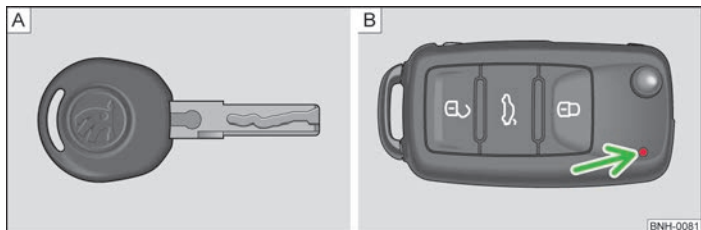
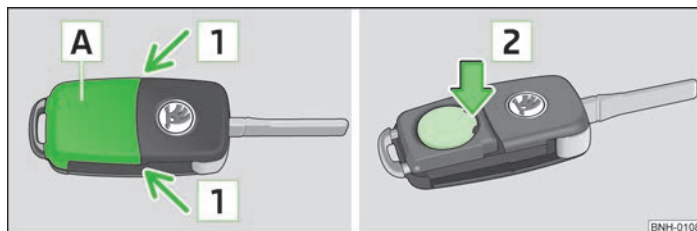

Fig. 7 Llaves sin telemando/llaves con mando a distancia
Fig. 8 Llave con radiotelemando: Quitar la tapa/extraer la pila
Con el vehículo se suministran dos llaves. Según el equipamiento, su vehículo puede estar provisto de llaves sin mando a distancia » fig. 7 - A o de llaves con mando a distancia » fig. 7 - B.
Cada llave principal de radiotelemando contiene una pila que está alojada debajo de la tapa A » fig. 8. Si la pila está descargada, después de pulsar una tecla de la llave, no parpadea el testigo de control rojo » fig. 7 de la página 24 - B. Le recomendamos que lleve a cambiar la pilas de la llave a un contratante ŠKODA. Si, de lo contrario, desea cambiar la pila descargada Vd. mismo, proceda como sigue.
- Presionar la tapa del compartimento de la pila pulsando con el pulgar o con un destornillador plano en la zona de la flecha 1 » fig. 8.